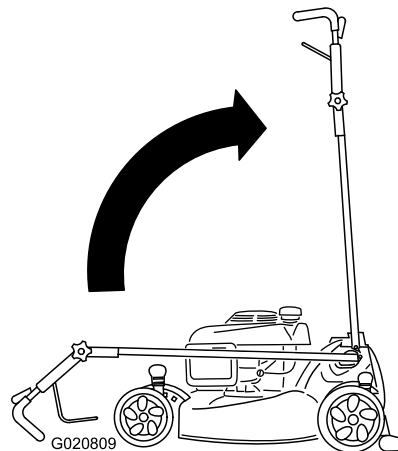

Figura 52
2. Spostate la stegola in posizione verticale (Figura 52).